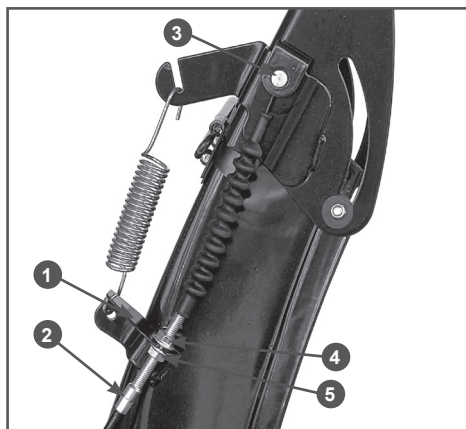

Рис. 6 Установка троса управления дефлектора желоба
- e. Установите трос управления дефлектором желоба (Рис. 6):